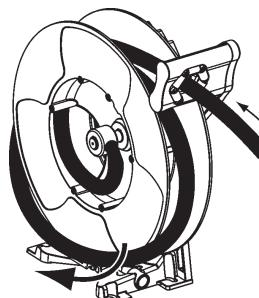

FIG 12.
2. För tillbaka en del av slangen genom slangstyrningen och ta sedan bort en ögla på rullen (Fig. 12).